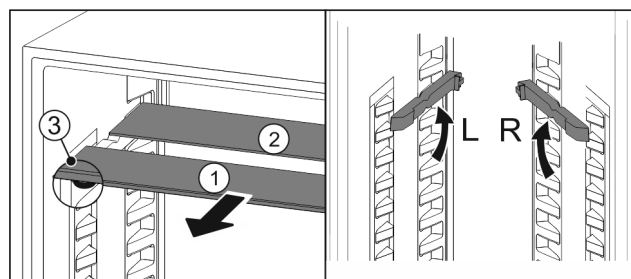

Fig. 81
- Sortir les tablettes par l'avant Fig. 81 (1).
- ▷ La tablette en verre Fig. 81 (1) avec bordure décorative est située à l'avant.
- ▷ Les butées Fig. 81 (3) sont orientées vers le bas.